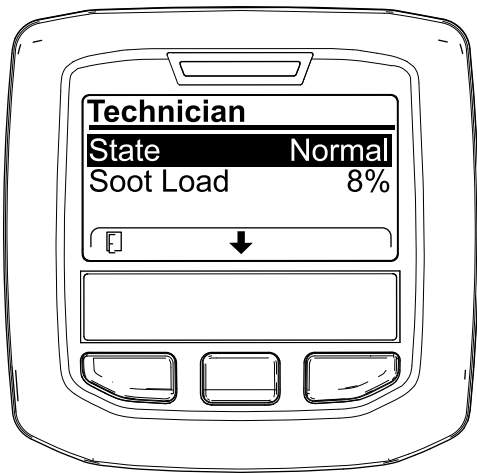

Figure 31
- Reportez-vous au tableau de fonctionnement du FAP pour comprendre l'état actuel de fonctionnement du FAP (Figure 31).